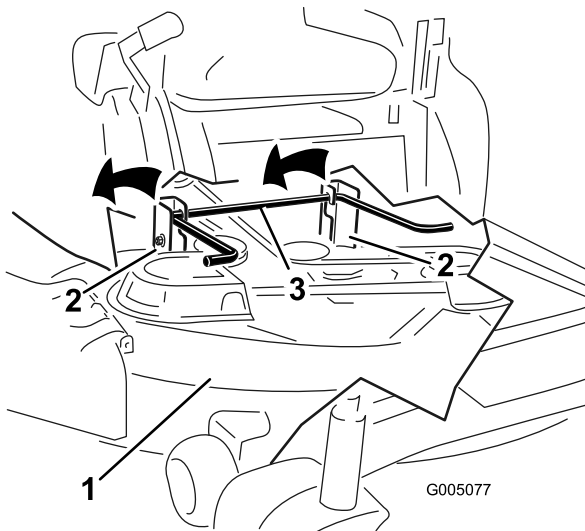

Figura 69
7. Eleve la carcasa de corte y desenganche la varilla de elevación trasera de las pletinas de suspensión, y baje el cortacésped con cuidado al suelo (Figura 69).
5. Eleve la parte trasera de la carcasa del cortacésped y coloque las pletinas de suspensión sobre la varilla de elevación trasera (Figura 69).